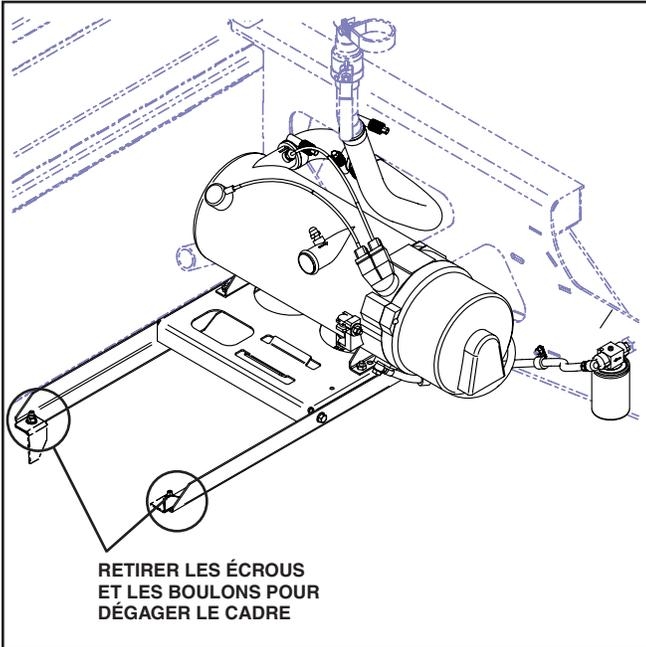

Figure A3 - Réchauffeur auxiliaire sur support pivotant
1. Dévisser les deux écrous qui fixent le cadre du support à la structure. Voir Figures A3.
2. Retirer les boulons de l'installation. Voir Figures A3.